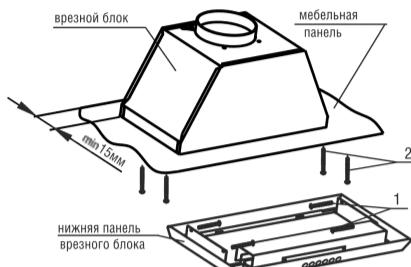

рис. 5
- Установите блок в панель мебели и закрепите его винтами 2 (рис. 5).
- Установите нижнюю панель блока на место, закрепив винтами 1 (рис. 5).
6.2 Монтаж КВ: Врезной блок Flat 42П-430-К3Д, Врезной блок Flat 52П-650-К3Д, Врезной блок Flat 52П-650-П3Д, Врезной блок Flat 72П-650-К3Д к подвесному элементу мебели над плитой (рис. 5 А).
- Установите блок в панель мебельного элемента и закрепите его болтами мебельными -1, шайбами (простой и пружинной) и гайками барашковыми (рис. 5 А).
- Установите пластины - 2, как показано на рис. 5 А и закрепите ее самонарезающим винтом 3,5x11мм (поз.3), для устранения зазора между плоской панелью врезного блока и мебельной панелью.